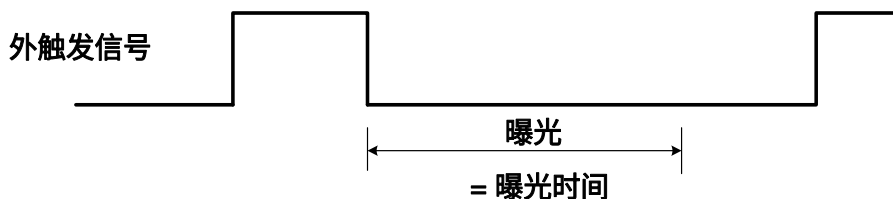

图 8-28 下降沿触发定时曝光模式时序图
- 如果启用下降沿触发，曝光会在触发信号下降时开始，一直持续到曝光时间结束，如图 8-28 所示